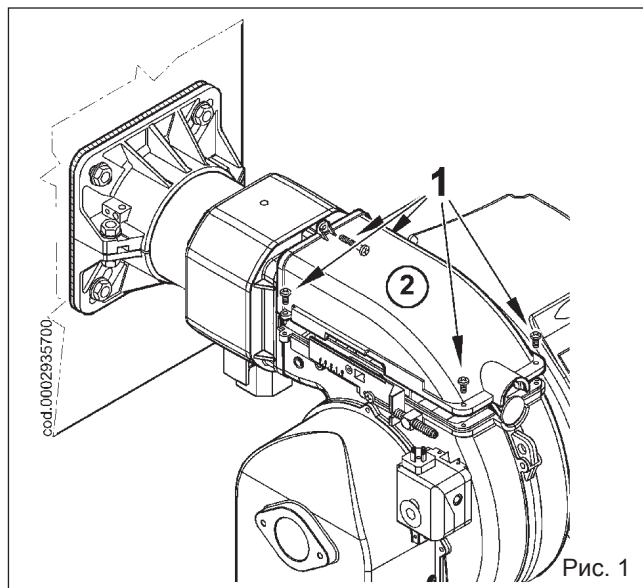

Рис. 1
- 1) Открутите винты (1) и снимите крышку (2), смотрите рисунок 1.